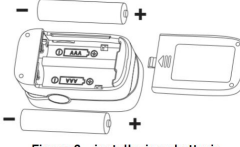

Figura 2 - installazione batterie
- A. Inserire le due batterie AAA nell'apposito vano secondo la direzione indicata in figura (Figura 2)